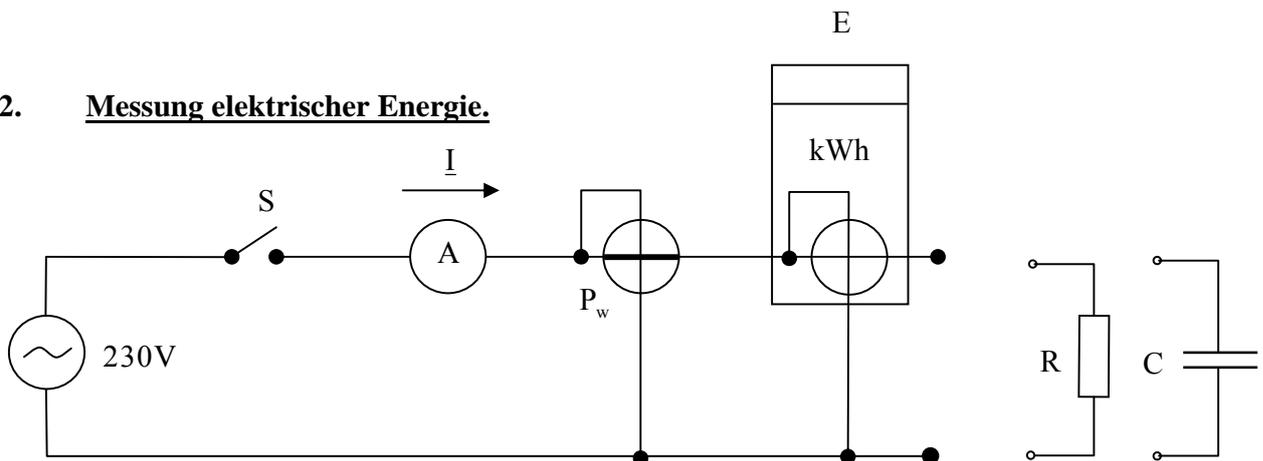

Bild 11: 2.Messschaltung
3.2.1 Setzen Sie in der Messschaltung aus Bild 11 ein Heizgerät als Verbraucher ein.